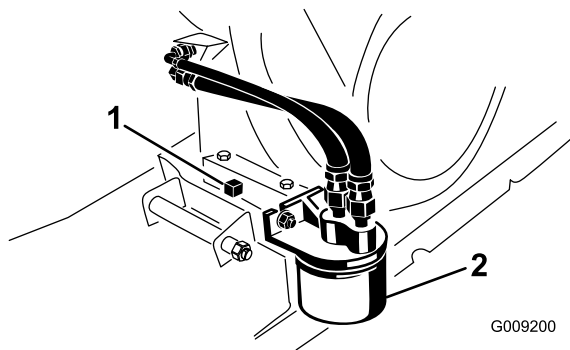

Figure 29
5. Retirez le bouchon de vidange (Figure 29) et laissez couler l'huile dans un bac de vidange. Remettez le bouchon quand la vidange est terminée.
2. Déposez le filtre à huile (Figure 29).